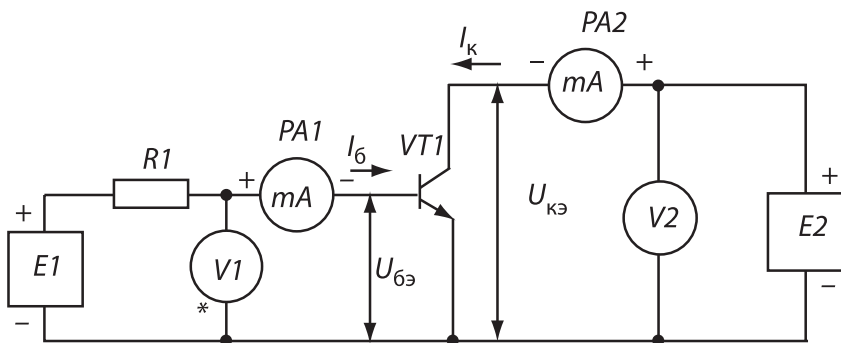

Рис. 2.1
2. Собрать схему рис. 2.1, установить R1 = 600 Ом, включить питание 220 В, источники E1, E2. Сначала проверяется возможность снятия входных характеристик. Для этого постепенно увеличивая подводимое напряжение и наблюдая за показаниями приборов необходимо убедиться в работоспособности схемы.